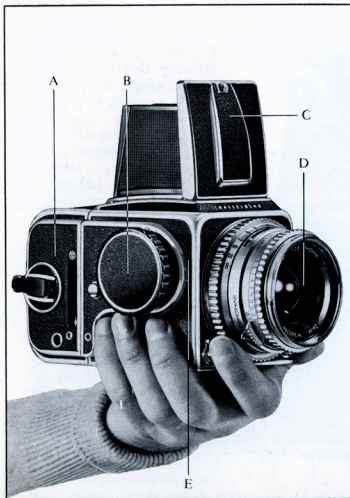

Fig. 5
La Figure 5 montre la meilleure manière de tenir le Hasselblad 500C lors de la prise de vues. Tenir l'appareil de la main *gauche*, l'index gauche reposant sur le bouton de déclenchement. La main droite est alors entièrement libre pour effectuer les autres opérations : avancement du film, mise au point, etc.
La Figure 5 représente également les éléments essentiels de l'appareil. Sur le boîtier (E) sont montés : le magasin à film (A), le bouton d'avancement du film et d'armement de l'obturateur (B), le capuchon de visée (C) et l'objectif (D). Ces éléments interchangeables ainsi que les dispositifs de fixation d'accessoires de l'appareil font l'objet d'une description plus détaillée aux différents chapitres de ce mode d'emploi.